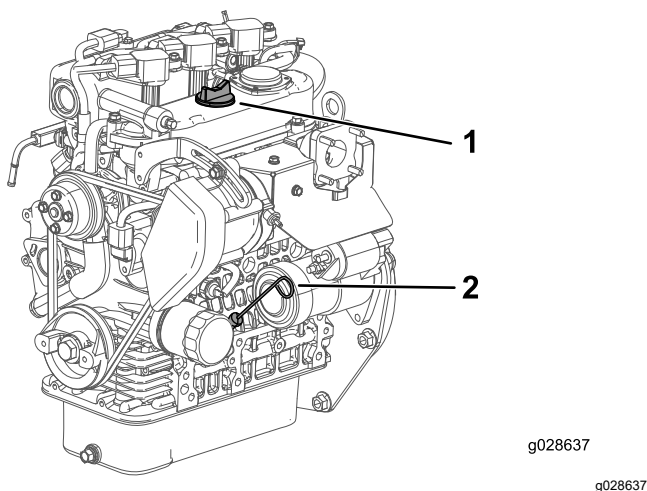

Bild 15
2. Nehmen Sie den Peilstab (Bild 15) heraus und wischen Sie ihn mit einem sauberen Lappen ab.
3. Stecken Sie den Peilstab in das Rohr und stellen Sie sicher, dass er vollständig eingeführt ist (Bild 15).
4. Entfernen Sie den Peilstab und prüfen den Ölstand (Bild 15).
5. Nehmen Sie bei einem niedrigen Ölstand den Fülldeckel (Bild 15) ab und gießen Sie genug Öl ein, bis der Ölstand die Voll-Markierung am Peilstab erreicht.
6. Stecken Sie den Peilstab wieder fest ein (Bild 15).